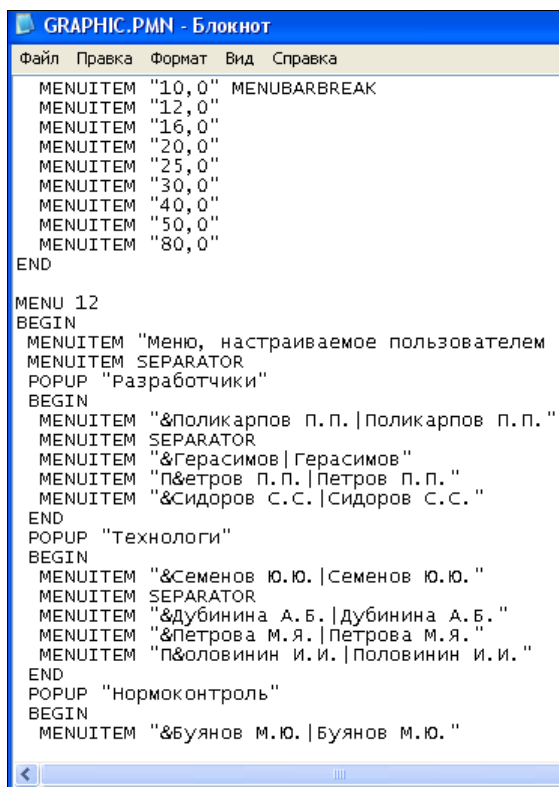

Рис. 25.21. Пользовательское меню файла GRAPHIC
- ◆ в MENU 12 в разделе **Разработчики** (рис. 25.21) удалите ненужные фамилии и введите свою;